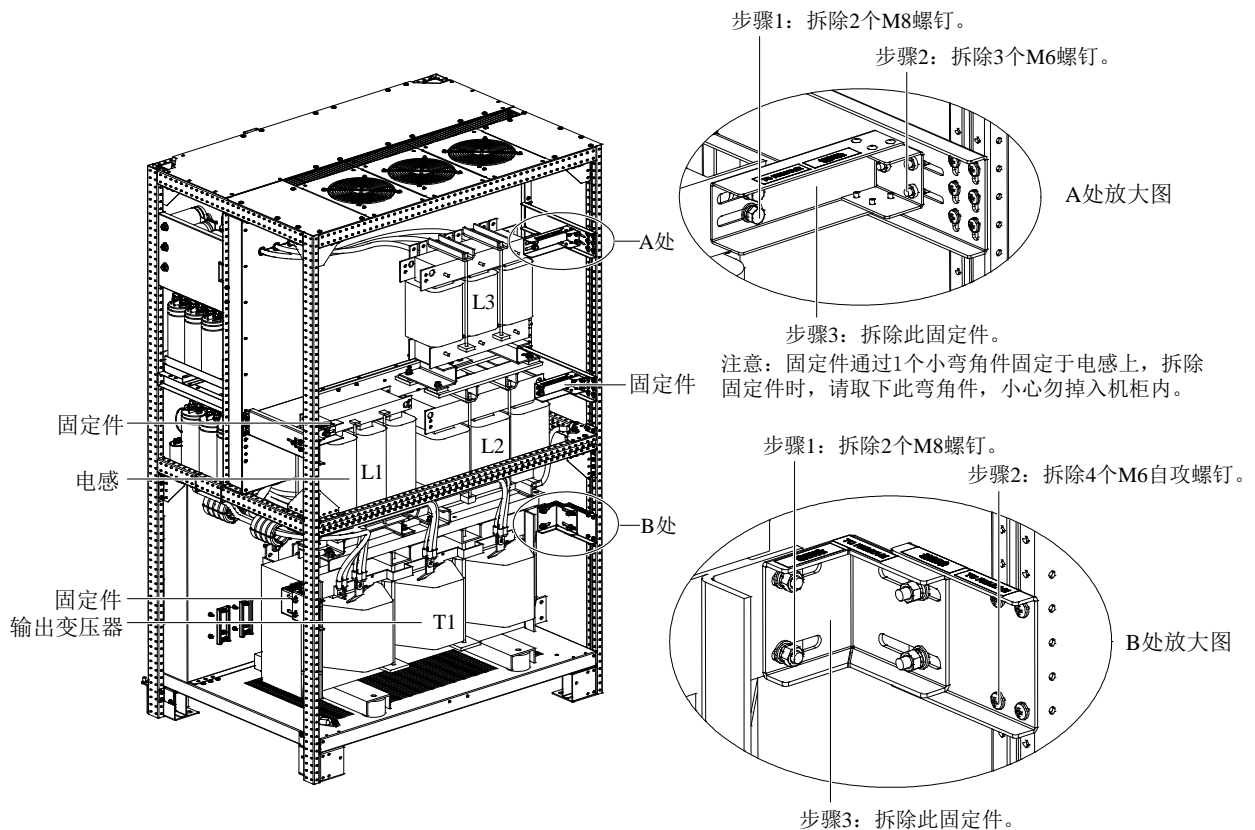

图6 拆除输出变压器及电感固定件
1. 取下机柜后门板，露出输出变压器 T1 和电感 L1、L2 和 L3，如图 6 所示。注意保留拆下的螺钉。
2. 输出变压器顶部左右侧各一固定件，固定件位置如图 6 所示。按图 6 的 B 处放大图中的操作步骤拆除输出变压器固定件。
3. 电感 L1、L2 和 L3 的顶部各有一固定件，固定件位置如图 6 所示。按图 6 的 A 处放大图中的操作步骤拆除电感固定件。